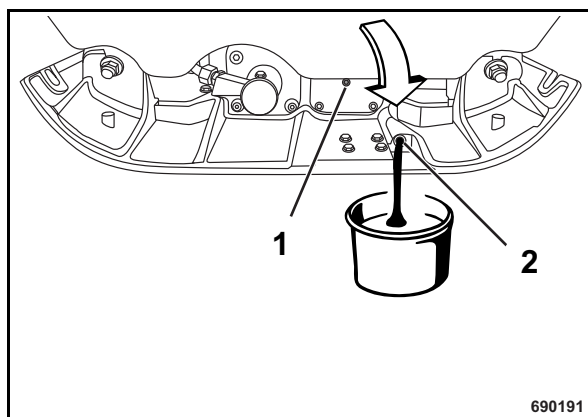

Fig. 57
- Desenroscar el tornillo de aireación (1) (Fig. 57).
- Desenroscar el tornillo de descarga de aceite (2), descargar el aceite usado y recogerlo.